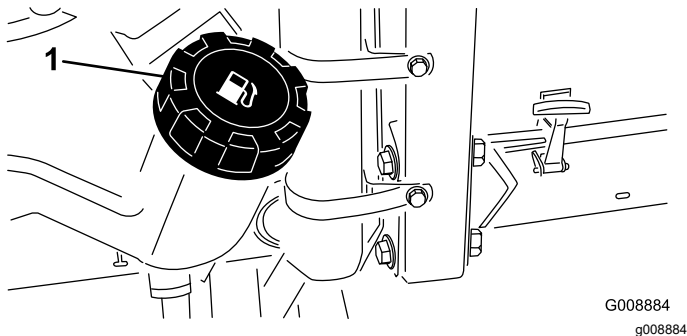

Bild 27
2. Reinigen Sie den Bereich um den Tankdeckel (**Bild 27**).